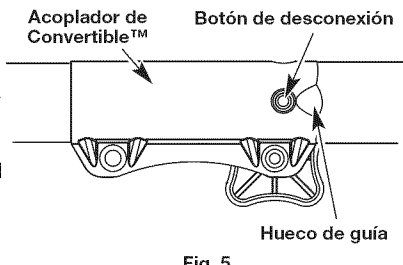

Fig. 5
NOTA: Alinear el botón de desconexión con el agujero de guía facilitará la instalación (Fig. 5).
2. Opima y sostenga el botón de desconexión (Fig. 5).